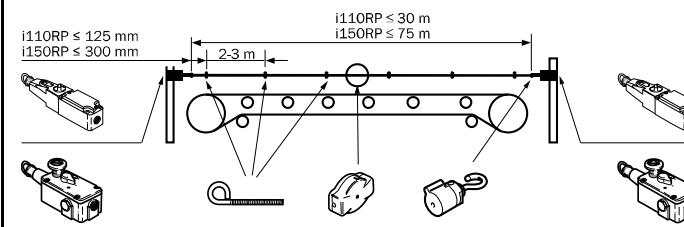

Fig. 2: Exemple de guidage du câble et d'agencement du montage.
2.2 Guidage et implantation du câble (Fig. 2)